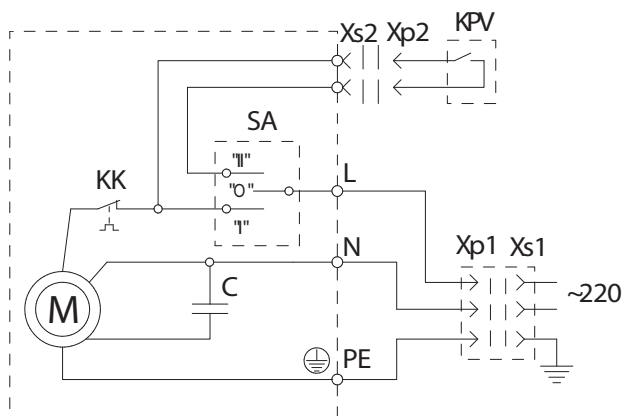

Рис. 2 Схема электрическая принципиальная
- Электрическое подключение производится в соответствии с электрической схемой, приведенной на рисунке (рис.2) и данными таблички.